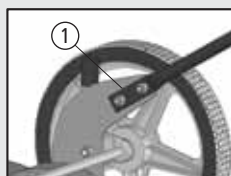

Fig. 05
Inicialmente, posicione o braço (1) de tal forma que ele fique com as faces planas internamente ao suporte do braço [Fig. 05].